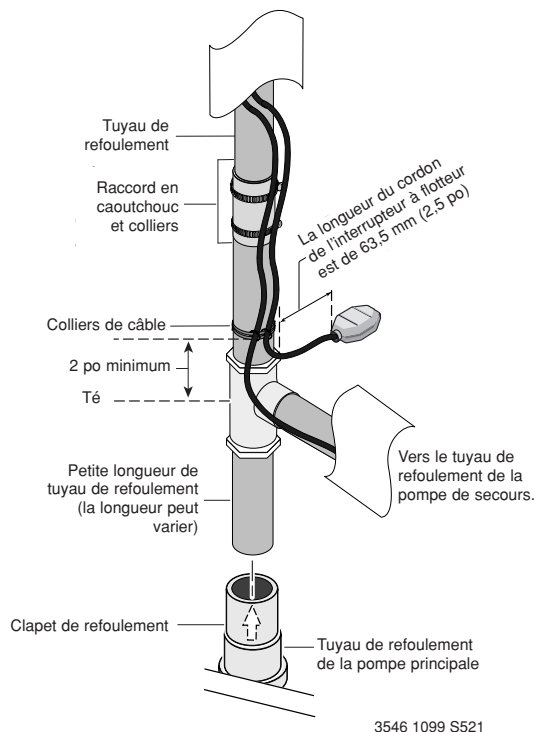

Figure 4 – Longueur du cordon de l'interrupteur à flotteur et tuyau de refoulement de la pompe de secours
10. Brancher une petite longueur de tuyau sur le clapet de non retour du refoulement de la pompe principale. Se reporter à la Figure 4.
14. Poser l'interrupteur à flotteur (Réf. 8) sur le tuyau de refoulement avec les colliers (Réf. 8A et 8B), sans les serrer. Se reporter à la Figure 4. Il faut laisser environ 63,5 mm (2,5 po) entre le flotteur et le collier. Ne pas serrer les colliers. Il faudra peut-être procéder à des réglages plus tard.